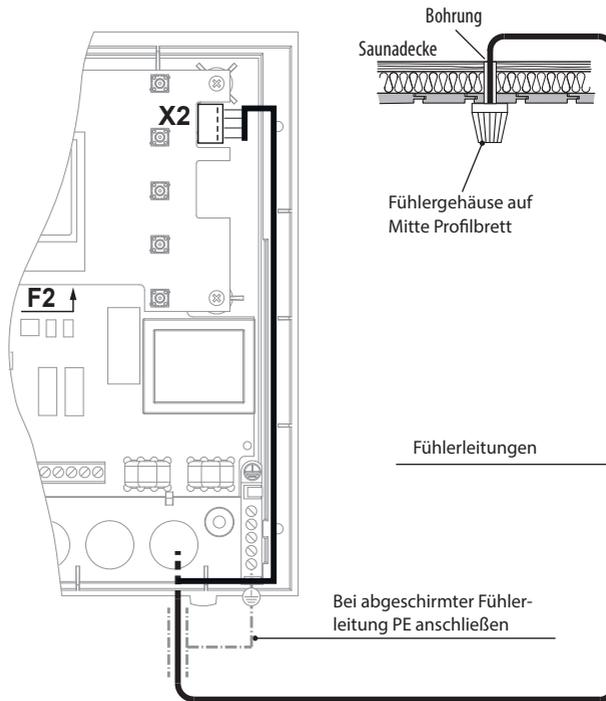
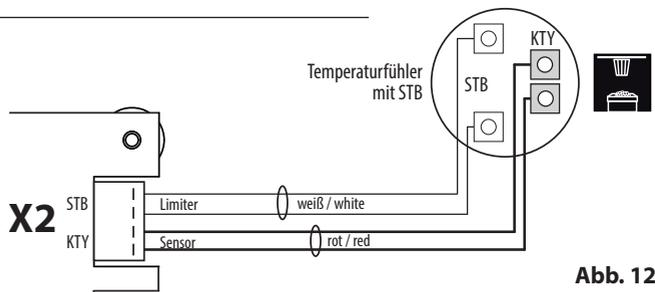

Abb. 11
Abb. 12
- Führen Sie die Fühlerleitungen zum Steuergerät und führen sie durch die rechte Kabeleinführung in das Gerät. Verlegen Sie die Fühlerleitungen innerhalb des Steuergerätes wie in Abb. 11 gezeigt. Schließen sie die Fühlerleitungen gemäß Abb. 12 an. Hierzu wird der Stecker **X2** von der Platine abgezogen und nach dem Anschließen wieder eingesteckt.